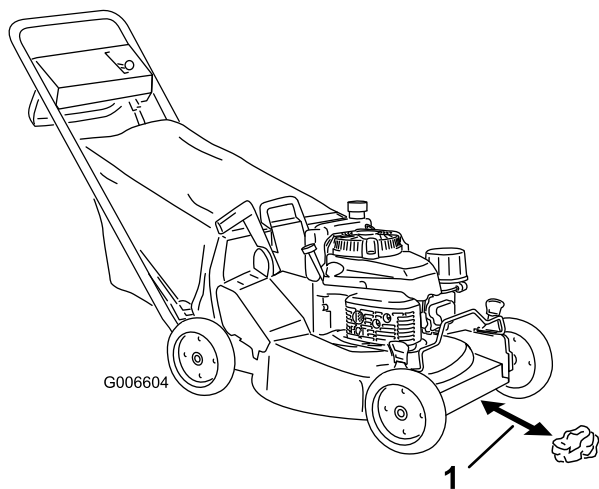
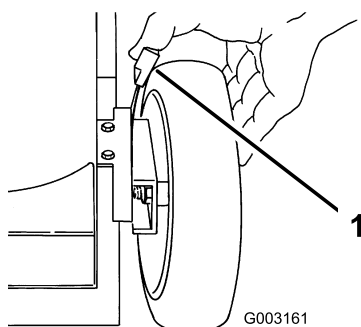

Figura 15
Figura 20
3. Ajuste las cuatro ruedas a la altura de corte de 64 mm (Figura 20).
4. Mueva el control de velocidad sobre el terreno a la posición de Punto muerto (N).
5. Tome media página de periódico y haga una bola con ella que sea lo suficientemente pequeña como para pasar por debajo de la plataforma (unas 76 mm de diámetro), según muestra Figura 15.
6. Coloque la bola de papel de periódico a unas 13 cm por delante del cortacésped (Figura 15).
- A. Coloque la bola de papel de periódico a unas 13 cm por delante del cortacésped (Figura 15).
1. Tire de la palanca de ajuste de la altura de la rueda hacia la rueda (Figura 20) y muévela a la posición deseada.